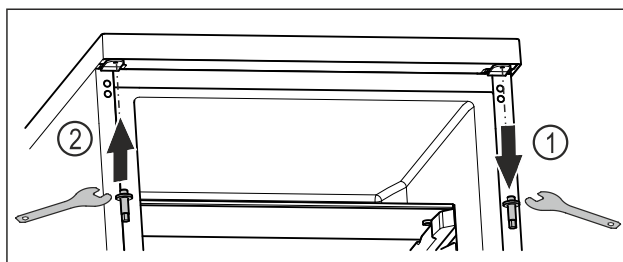

Fig. 14
- ▶ Wykręcić górny sworznień kluczem imbusowym. Fig. 14 (1)
- ▶ Przykręcić sworznień po przeciwnej stronie kluczem imbusowym. Fig. 14 (2)